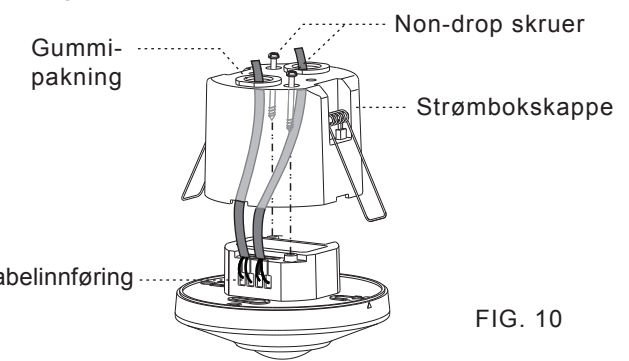

FIG. 10
- 3.4.2.2 Bruk en skrutrekker for å bryte gummipakningen på strømbokskappen, og trær deretter kablene gjennom den (Se FIG. 10).